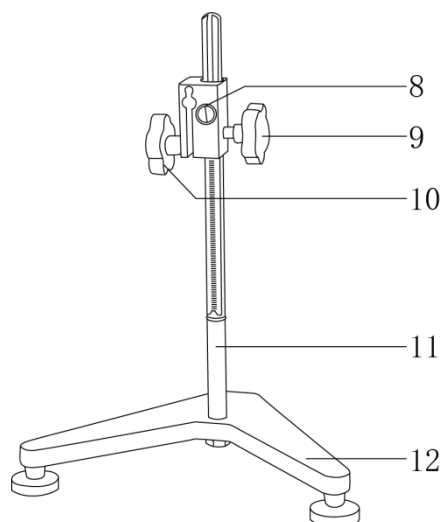

图2
2、支架结构（图2）
- (8) 升降松紧调节螺钉（配扳手）
- (9) 升降手轮
- (10) 机头固定手轮
- (11) 立柱
- (12) 主机底座